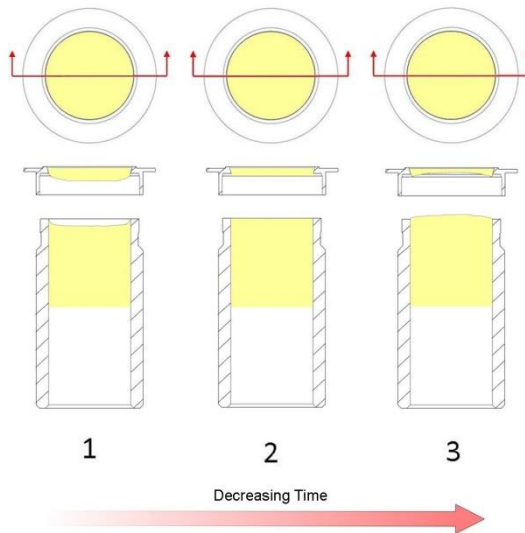

Bild 1
6. Mät noggrant den tid (med ett tidtagningsur) som det tar från det att de första värdena visas tills de första stabila värdena visas i belastningsdisplayen (del 2, bild 1). Notera den tid som krävs för att slutföra belastningen. Belastningshastigheten beräknas genom att den angivna vådragstyrkan divideras med den uppmätta tiden i sekunder.
- » Justera den ventil som reglerar hastigheten för bordets nedåtgående rörelse (del 13, bild 1) med en liten skruvmejsel. Om ventilen vrids medurs minskar belastningshastigheten. Om ventilen vrids moturs ökar belastningshastigheten.
Bild 1 visar effekten av olika uppvärmningstider för samma formsandsprov. Position 2 motsvarar korrekt uppvärmningstid. I position 1 är uppvärmningstiden för lång och i position 3 är den för kort. Om korrekt uppvärmningstid används för sandprovet får man vanligtvis lägst våtdragstyrka.
Värmeplattans faktiska temperatur ska kontrollmätas med en pyrometer för mätning av yttemperaturen. Se till att det inställda temperaturvärdet motsvarar det faktiska temperaturvärdet på temperaturregulatoren (delar 13 och 14, bild 1) innan den här provningen startas.
2. Ställ noggrant in nollvärdet (del 12, bild 1) med en liten skruvmejsel i den lilla öppningen i frontpanelens elektronikenhet. Roter långsamt och försiktigt kalibreringsskruven för nollställning så att 00 visas i belastningsdisplayen (del 2, bild 1).